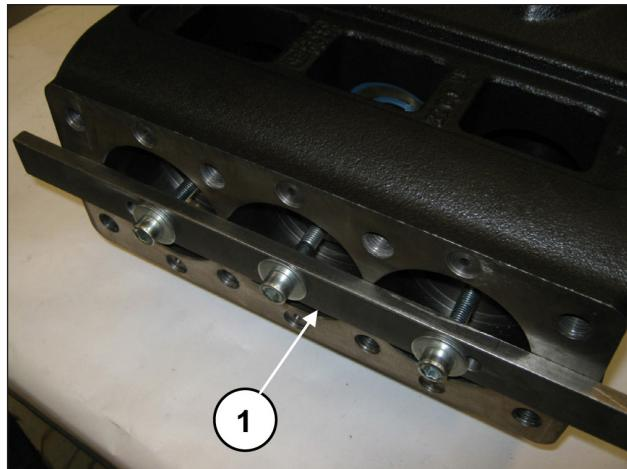

图 19
将半连杆向液压部分的方向完全前移，使之从曲轴中出来。为方便操作，可使用专用工具(编号 27566200)，(位置①，图 19)。